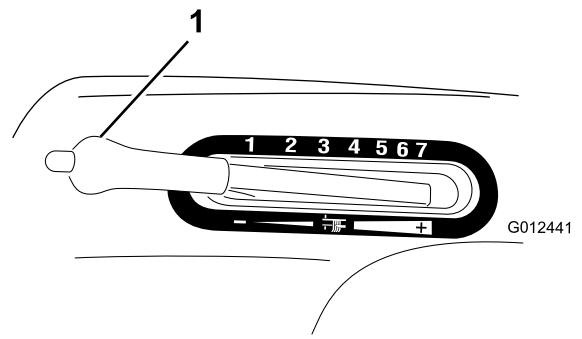

Figure 9
1. Appuyez de façon continue sur le bouton du levier de sélection de hauteur de coupe (Figure 9).